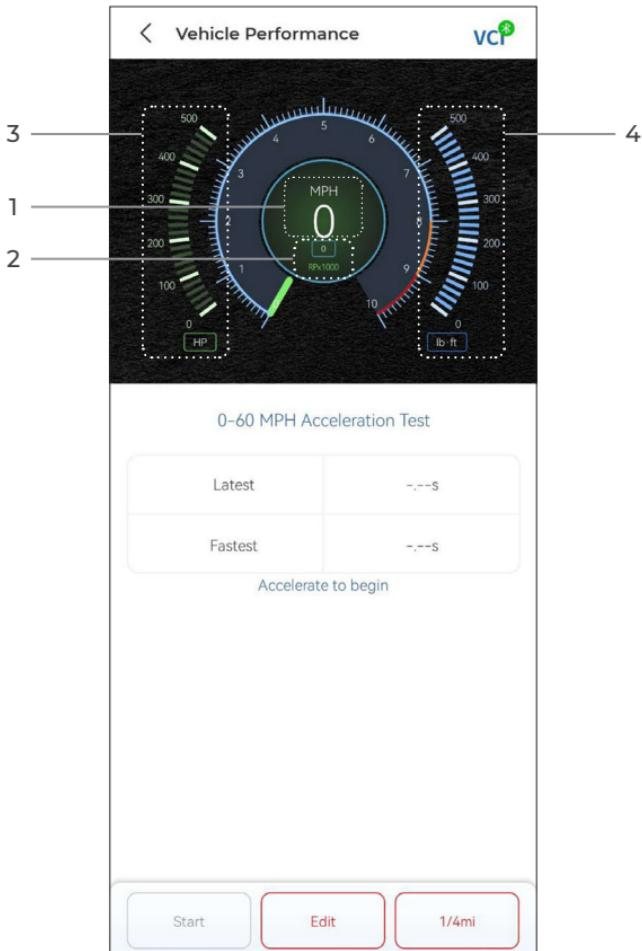

Рисунок 4-19
**Результаты теста 0-60 миль в час** — запишите время, затраченное транспортным средством на разгон от 0 до 60 миль в час (см. Рисунок 4-19). Значения начальной и конечной скорости можно изменить по желанию.